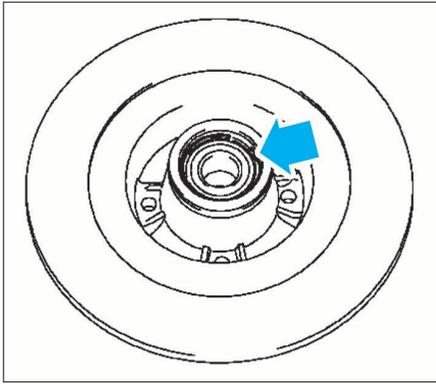

FIG. 23
- le circlip de maintien du roulement, à l'arrière du disque (Fig.23).